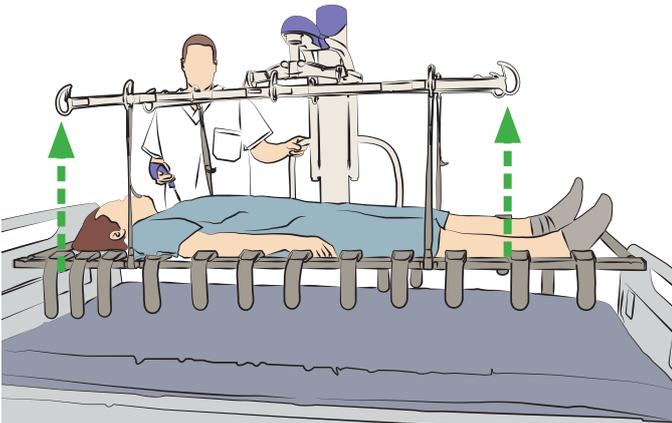

Abb. 15
6. Heben Sie nun den Pflegebedürftigen an. Siehe Abb. 15. Achten Sie bei Verwendung eines Deckenlifters immer darauf, dass sich die Arjo Gurtliege in horizontaler Lage befindet. Siehe Abschnitt „Einstellen der Liegendaufhängung“ auf Seite 15.